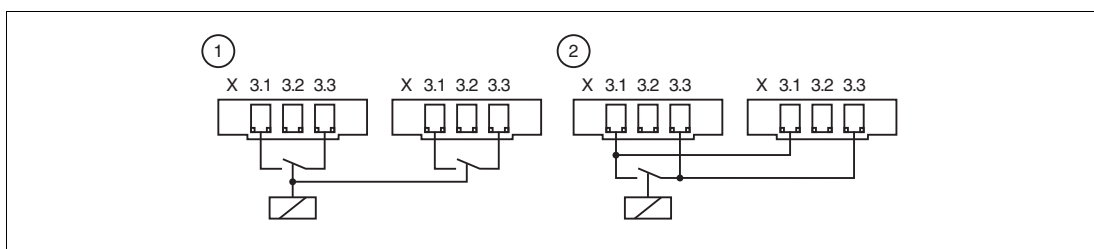

Abbildung 4.3 Steuereingang X3
- X3.1 bis X3.3 für externen potenzialfreien Kontakt, galvanisch getrennt von anderen Kontakten auf anderen Backplanes. Siehe Abbildung 4.3, Position (1).